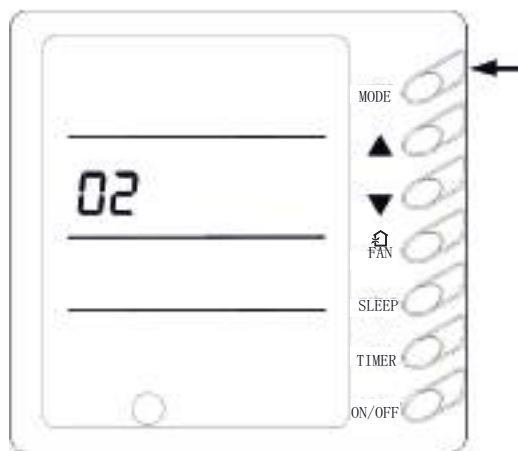

Рис.3.17
10. Функция АВТОРЕСТАРТ (Рис.3.17)